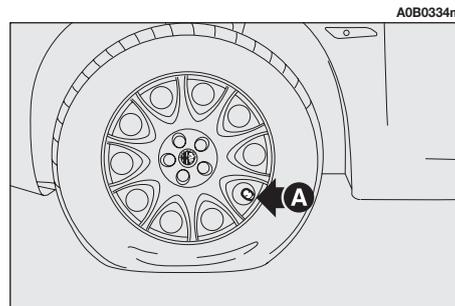

Abb. 13
**1)** Den Reifen für den Vorgang mit dem Ventil (**A, Abb. 13**), wie in der Abbildung dargestellt, positionieren, **danach die Handbremse anziehen.**